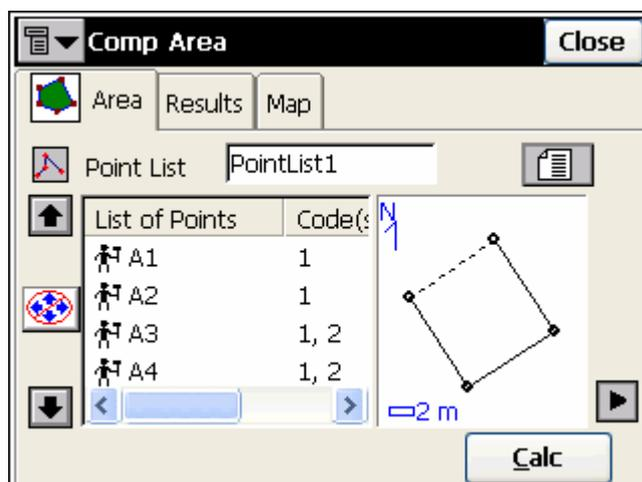

Рисунок 8-11. Вычисление площади
- Выберите список точек, содержащий точки, находящиеся в вершинах многоугольника (рис. 8-11). Чтобы изменить порядок следования точек (и, следовательно, форму многоугольника), используйте кнопки со стрелками.